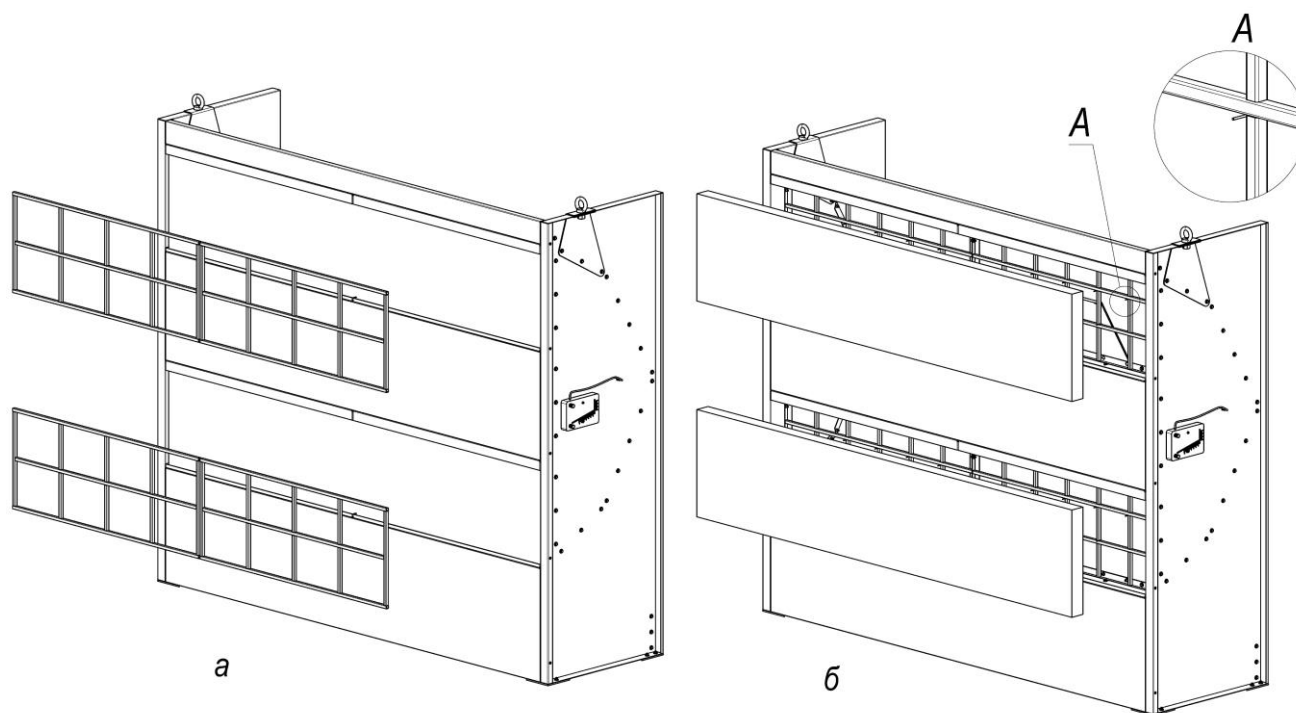

Рисунок 4
- 1) демонтировать прижимную решётку (рисунок 4а);
- 2) удалить загрязнённый фильтр Paint-Stop (рисунок 4б);